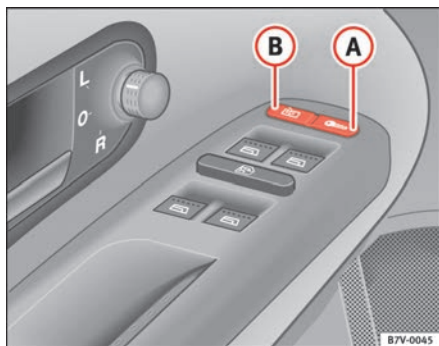

Abb. 57 Ausschnitt aus der Fahrtür: Zentralverriegelungstaster
- Drücken Sie die Taste  ⇒ Abb. 57  ⇒ .